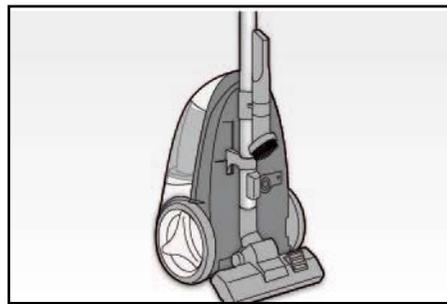

Fig. 5
Riporre l'apparecchio, in posizione verticale, inserendo il porta accessori (R) sul tubo telescopico (P) ed agganciandovi l'aspiratore fessure (I) e l'aspiratore piccolo con spazzolino (X); agganciare quindi il tubo (P), con inserita la spazzola pavimenti (S), nell'apposito alloggiamento posto sul fondo dell'apparecchio (Fig. 5).